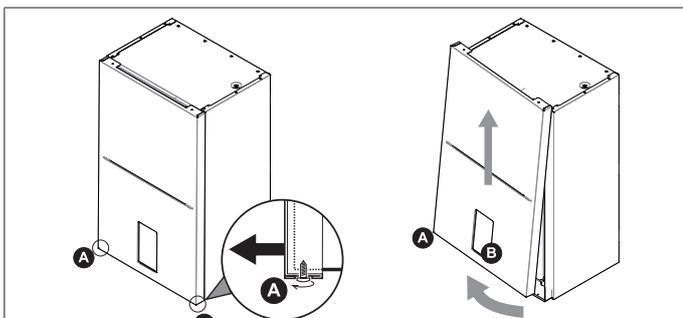

fig. 27 - smontaggio pannello frontale
1. Per smontare il pannello anteriore dell'unità interna: Svitare parzialmente le viti A (vedi "fig. 27 - smontaggio pannello frontale"). Estrarre il pannello B e sganciarlo dai fissaggi superiori (vedi "fig. 27 - smontaggio pannello frontale").